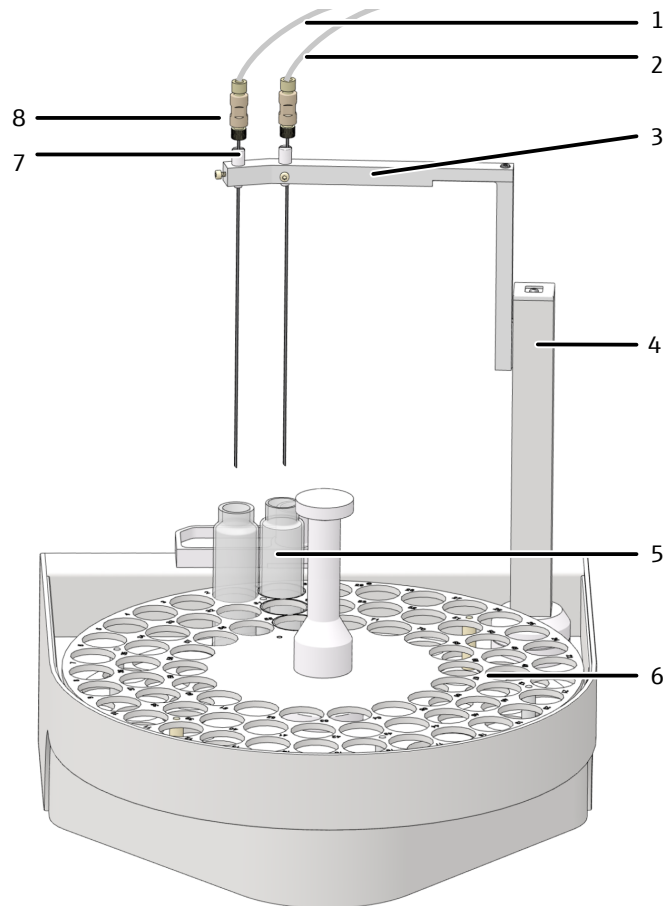

图 29 AS vario自动进样器的布局
- ▶ 对于使用平行吹扫进行的 NPOC 测量：在套管底座的两个位置分别插入一个带套管的套管 (图 29 44)。